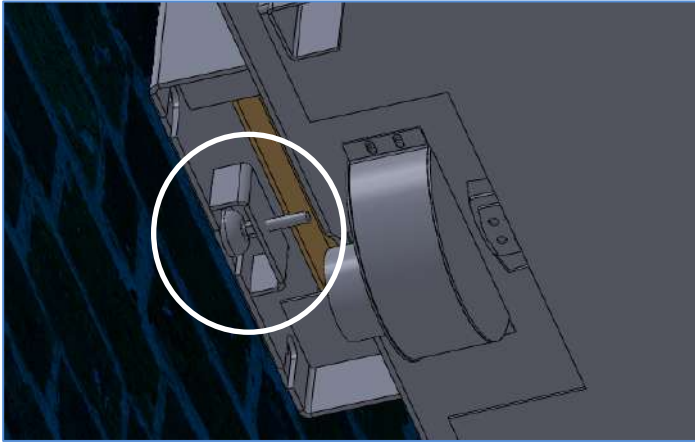

Ilustración 7. Localización Regulador
- 5) El aparato dispone de un regulador (Pieza Nº 13) la cual le va a permitir regular la inclinación del aparato. Se necesita una llave de métrica 12 para llevar a cabo esta operación actuando sobre esta pieza señalada en la Ilustración 7.